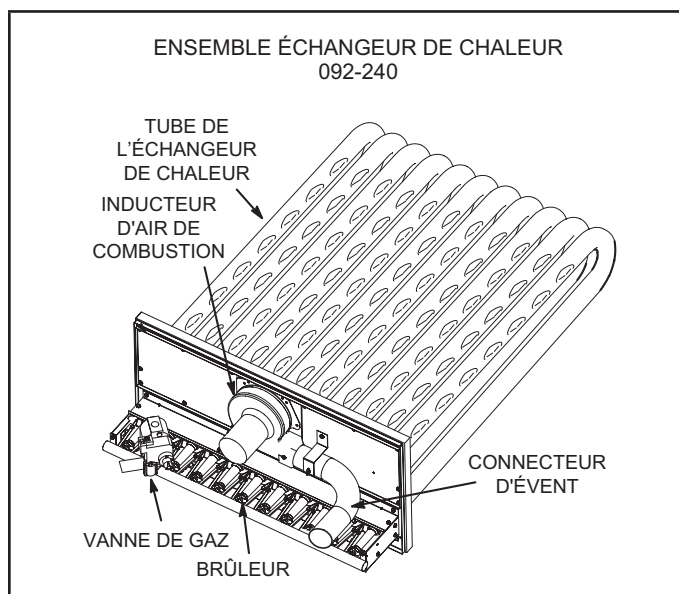

FIGURE 48
- 3 - Retirez et conservez les vis fixant l'inducteur d'air de combustion sur la boîte à feu. Retirez le connecteur d'évent. Voir la FIGURE 40 pour les unités 036 et 060 et la FIGURE 48 pour les unités 092-240.